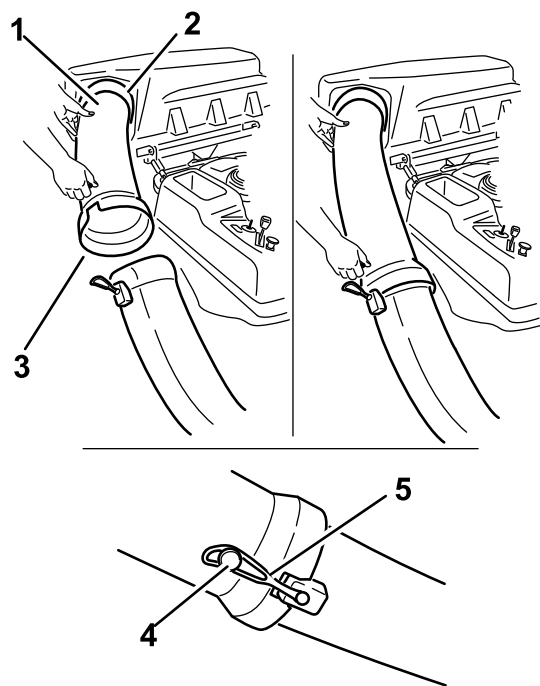

Figura 18
1. Deslize a extremidade curva do tubo de descarga para a abertura da parte superior do depósito de recolha de relva (Figura 18).
- Deslize a extremidade grande do tubo de descarga sobre a extremidade da calha. Mova a fita de retenção de borracha nos encaixes da calha para a cavilha no tubo de descarga para a prender (Figura 18).